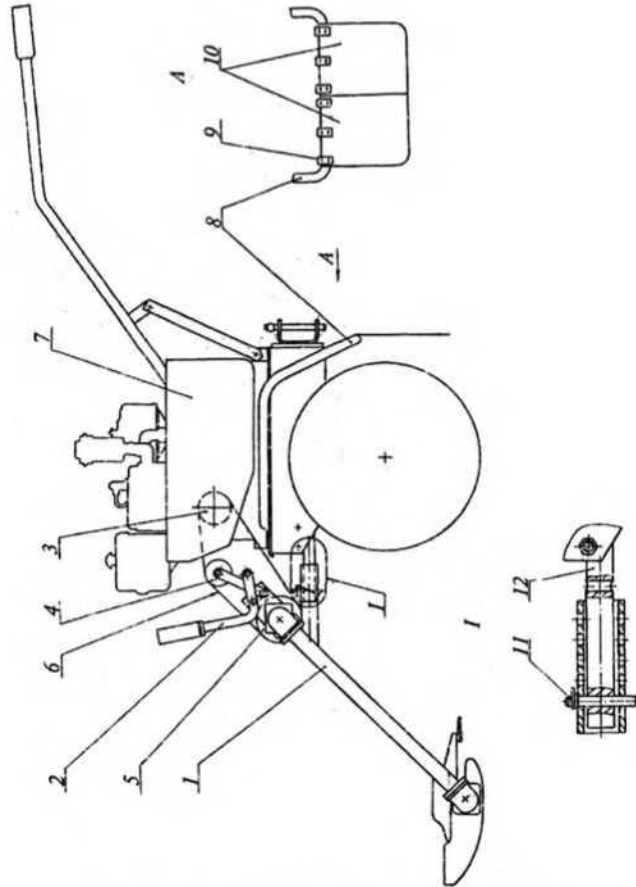
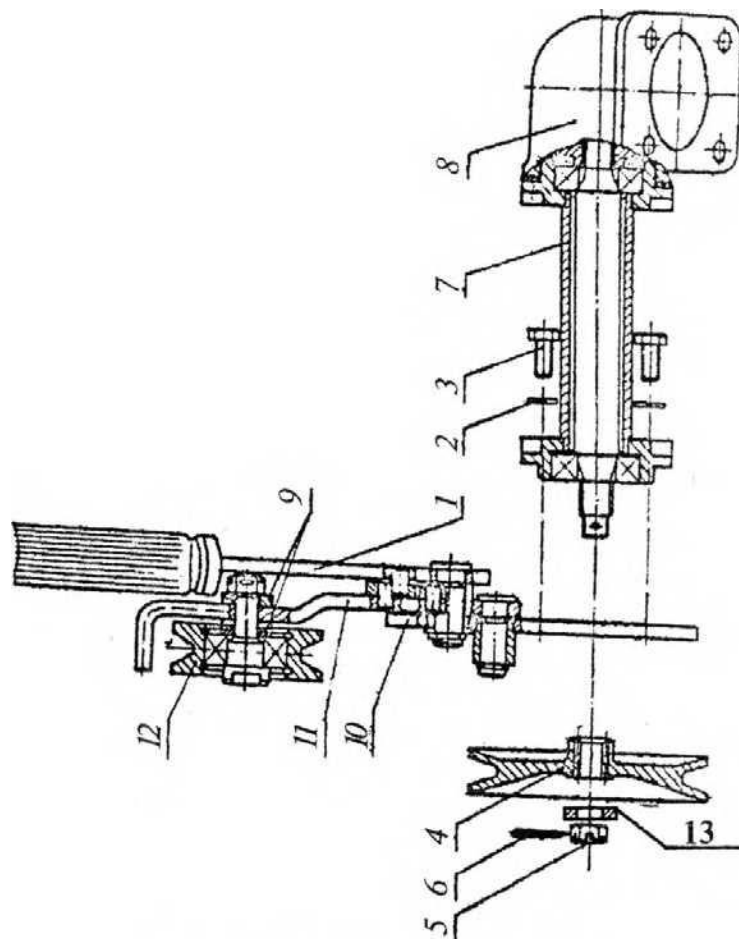

Рис. 4. Установка косилки на мотоблок МБ-1Д
Рис. 5. Натяжное устройство
5.3 Для работы с мотоблоком МБ-1Д1(2)М и его модификациями (Рис. 4) косилка комплектуется натяжным устройством (Рис. 5), которое монтируется на косилке.
Косилка устанавливается на штыре 12 (Рис. 4) и крепится стопором 11 из комплекта мотоблока. Ведущий шкив мотоблока 3 соединяется с приводным шкивом косилки клиновым ремнём 6.
При перемещении рычага 2 (Рис. 4) в верхнее рабочее положение натяжной ролик 4 натягивает ремень, включая в работу трансмиссию косилки. При перемещении рычага в нижнее положение ослабляется натяжение ремня и косилка отключается. Натяжение ремня обеспечивается рядом отверстий в косилке и на штыре мотоблока.
При работе с мотоблоком МБ-1Д1(2)М и его модификациями защита ног оператора осуществляется шторкой 1 (Рис. 4а).
6.2.2 Установить натяжное устройство на косилке, закрепив фланец 10 (Рис. 5) болтами 3 и шайбами пружинными 2 под углом к горизонту как показано на Рис. 4.
6.2.3 Установить приводной шкив 4 (Рис. 5), закрепить гайкой 5, шайбой 13 и шплинтом 6 (люфт шкива на шлицевом торсионном валу не допускается). Перед установкой шкива 4 шлицы смазать солидолом ГОСТ 4366-76.
6.2.4 Установить косилку на штырь 12 (Рис. 4) мотоблока и зафиксировать стопором 11 из комплекта мотоблока.
6.2.5 Снять щиток 7 и дугу 8 с мотоблока. Дугу закрепить со стороны оператора как показано на рис. 4, одеть штормки 10 и закрепить их зажимами 9.
- ручки шкивов (ведущего 3 и приводного 5) и натяжного ролика должны лежать в одной плоскости. Положение натяжного ролика регулировать за счёт перестановки регулировочных шайб 9 (Рис. 5), приближая или удаляя ролик относительно коромысла 11.
- при включённом натяжном устройстве (рычаг 2, Рис. 4 в верхнем рабочем положении) прогиб ремня на большом плече (сторона противоположная ролику) должен быть 30...40 мм при нажатии усилием 3...5 кгс. Регулировать перемещением косилки относительно штыря мотоблока.
6.4.1 Выполнить работы п.п. 6.2.1 - 6.2.4 (рис. 4).
6.4.2 Установить штормку 1 (Рис. 4а) из комплекта, закрепив её на крыльях мотоблока болтами 2, гайками 3 и шайбами 4, 5.
6.4.3 Выполнить работы п.п. 6.2.6, 6.2.7 (Рис. 4).
Рис. 4а. Установка шторки